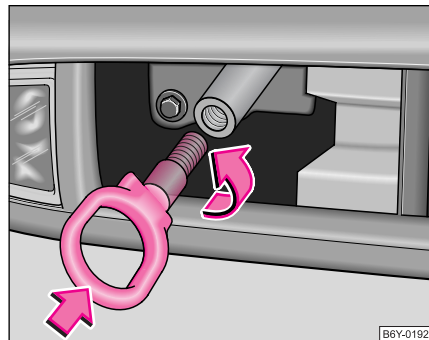

Abb. 161 Vordere Stoßfänger: Einbau der Abschleppöse
- Abschleppöse von Hand nach links bis zum Anschlag einschrauben ⇒ Seite 226, Abb. 161 und mit dem Radschlüssel festziehen (Radschlüssel durch die Öse stecken).